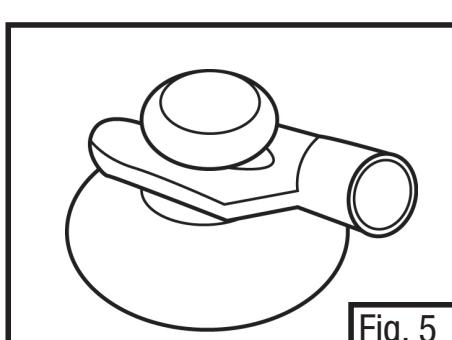

Fig. 5
7. Attach a suction cup to the forked end of a retainer clip. (Fig. 5)
- Fixer une ventouse à l'extrémité fourchue d'une pince de retenue. (Fig. 5)